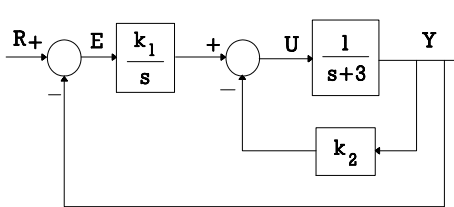

Figura 11
**Planta A)** Dada la estructura de la Figura 11, en la que  $k_2$  (¡retroacción de estado!) está para modificar los polos y  $\frac{k_1}{s}$  (corrector serie) para añadir precisión (ceros), se pide: